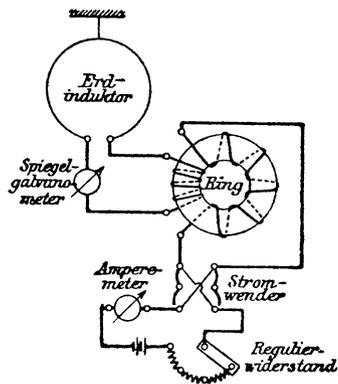

Fig. 67.
- b) die magnetische Induktion  $B$  im Eisen? (Schaltungsschema Fig. 67.)